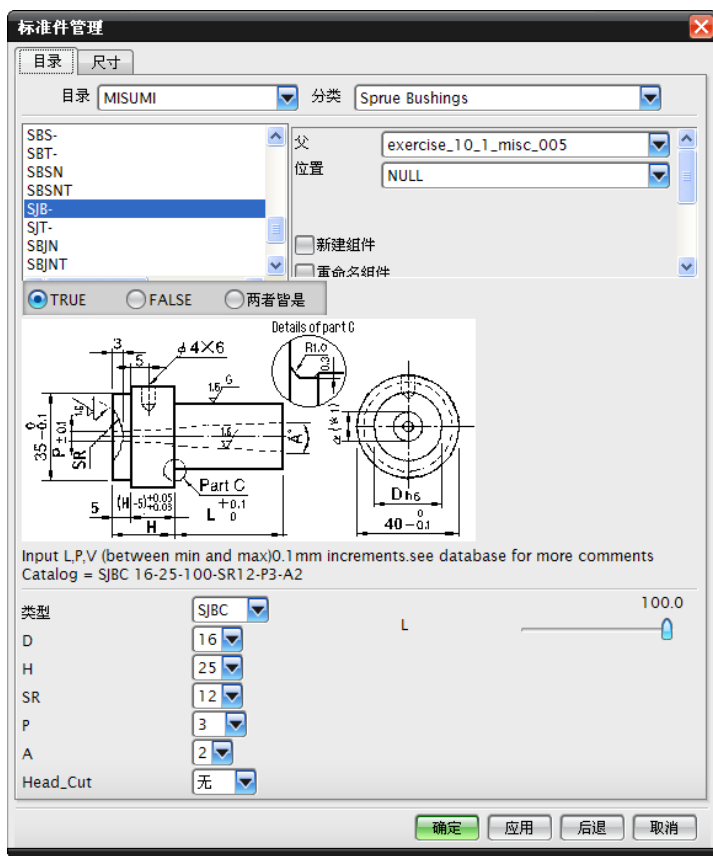

图 10-54 【标准件管理】对话框
(1) 在注塑模设计模块工具栏中单击【标准部件库】图标, 弹出如图 10-54 所示的【标准件管理】对话框。
(2) 在图 10-54 所示的【标准件管理】对话框的【目录】下拉列表中选择【MISUMI】选项，【分类】下拉列表中选择【Sprue Bushings】选项，显示栏中选择【SJBC—】选项。
(3) 在图 10-54 所示的【标准件管理】对话框的底部选择类型为 SJBC，设置浇口套的长度 L 值大一点，估计要超过定位环底面到分型面的距离，设置其他参数如图 10-54 所示。
(2) 在图 10-54 所示的【标准件管理】对话框中，单击【重定位】按钮，打开如图 10-56 所示的【重定位组件】对话框。